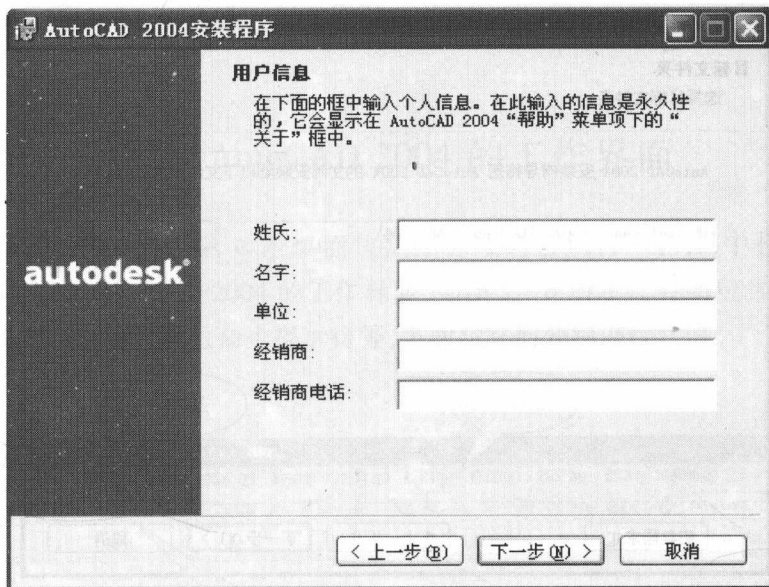

图 1-2 输入相关信息
(3)在“序列号”对话框中,输入 AutoCAD 2004 安装 CD 盒上的序列号,然后单击“下一步”按钮。在“用户信息”对话框中,输入相应的信息,然后单击“下一步”按钮,如图 1-2 所示。